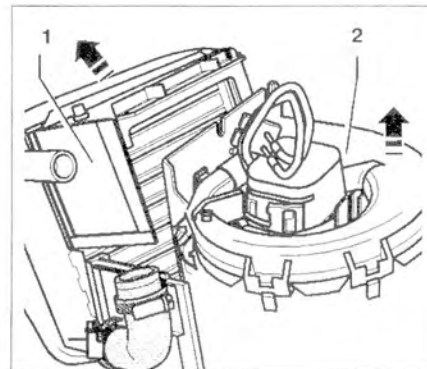

Рис. 9.85. Переверните радиатор **1** в направлении стрелки и извлеките электродвигатель **2** в направлении стрелки.
3. Переверните радиатор **1** в направлении стрелки и извлеките электродвигатель **2** в направлении стрелки (рис. 9.85).